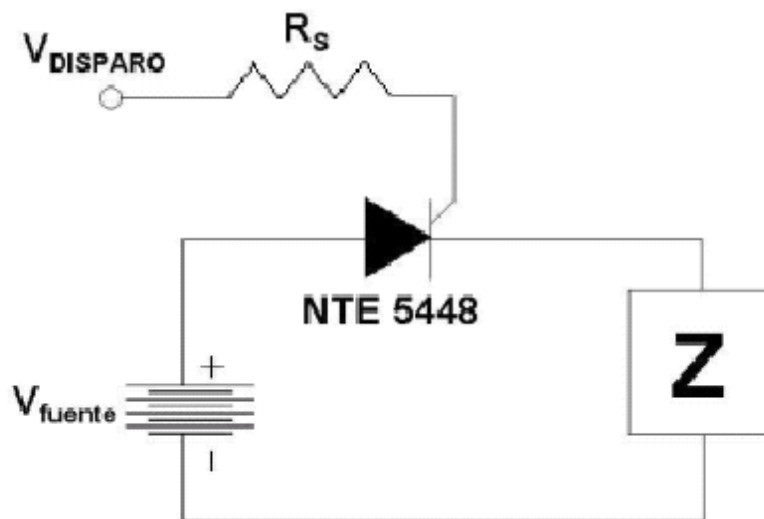

Figura 1. Disparo de un SCR.
2. En el circuito que se muestra en la figura 1 ¿Cuál es el valor de R_S que se ocupa para que un voltaje de disparo de 5 V cierre el SCR?
3. Modifique el circuito de la figura 1 para que una segunda señal (Paro) apague el SCR. No puede usar fuentes extras ni interruptores que no sean otro tiristor.